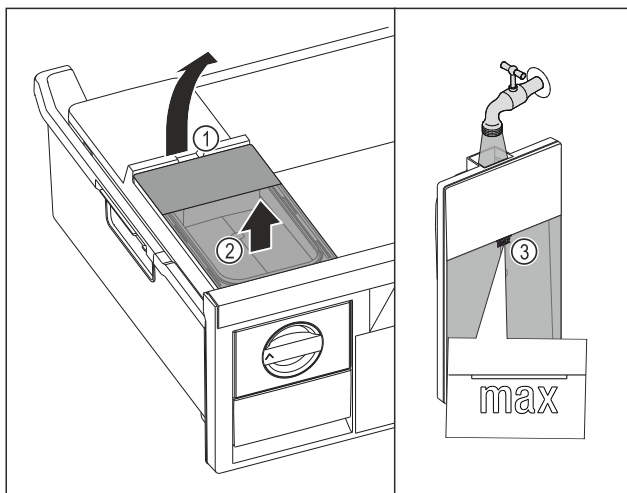

Fig. 163
- ▶ Wassertank an der Aussparung Fig. 163 (1) anheben.
- ▶ Wassertank nach oben entnehmen. Fig. 163 (2)
- ▶ Wassertank bis zur Markierung Fig. 163 (3) mit Trinkwasser befüllen.